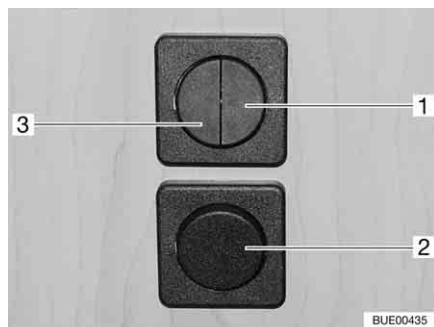
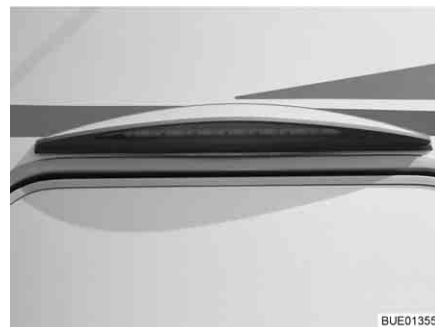

Fig. 39 Interrupteur d'éclairage
Fig. 40 Eclairage de l'auvent
- Eclairage de la dînette (Fig. 39,1)
- Eclairage de l'auvent (Fig. 39,2 et Fig. 39,3)
- ▷ Pour les modèles sans l'interrupteur d'éclairage (Fig. 39,2), l'éclairage de l'auvent (Fig. 40) est allumé ou éteint grâce au commutateur à bascule (Fig. 39,3).